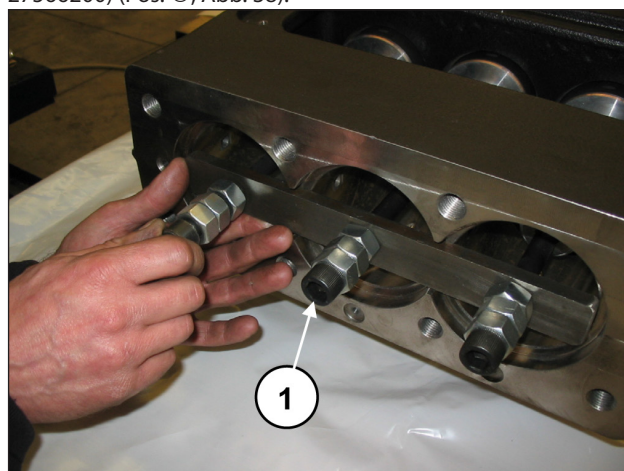

Abb. 38
Schieben Sie die Pleuelhälften in Richtung Hydraulik vor und sichern Sie diese mit dem entsprechenden Werkzeug (Art. 27566200) (Pos. ①, Abb. 38).